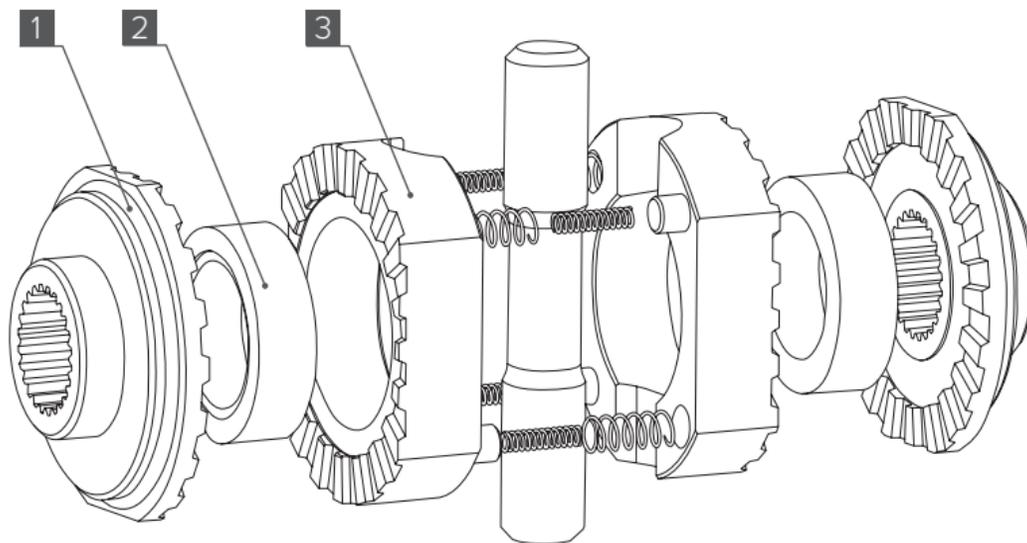

Рис. 3
7. Поместите в корпус дифференциала полуосевые муфты [1] (Рис.3).